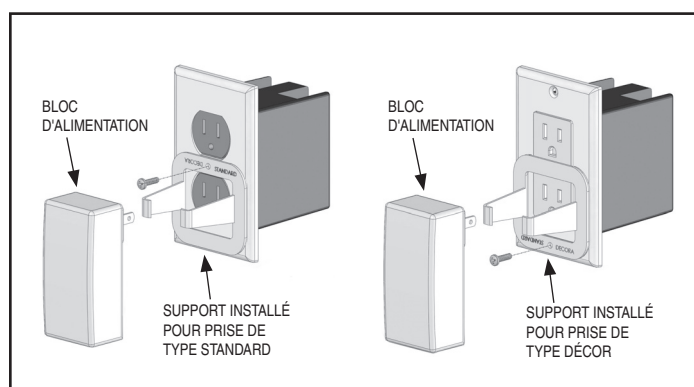

Figure 19. Fixer solidement le bloc d'alimentation
2. Décollez la bande adhésive du support de fixation du bloc d'alimentation et fixez le support à la prise de courant avec une vis de plaque murale. Notez l'orientation pour une prise de style standard ou de style décor (voir figure 19).